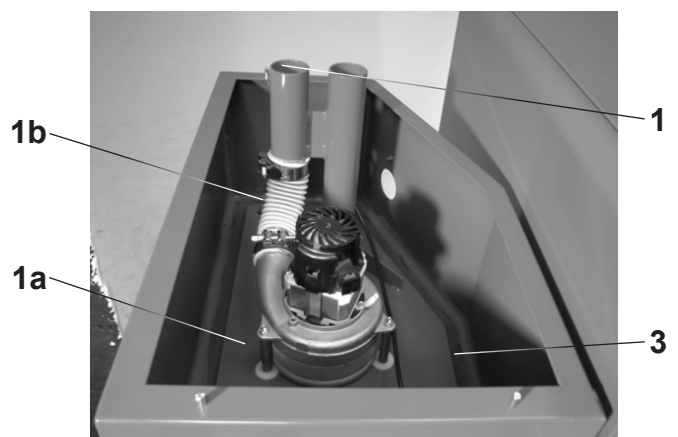

Fig. 14
1. Desserrez les écrous à oreilles, démontez les conduits d'alimentation (1, Fig. 14) et le module d'aspiration (1a, Fig. 14). Contrôlez la présence de fissures du tuyau (1b, Fig. 14).
3. Contrôlez et nettoyez le joint entre le module d'aspiration et le réservoir à granulés (3, Fig. 14).
7. Le profilé d'étanchéité (3, Fig. 14) ne doit pas être trop comprimé lors du remontage, les écrous à oreilles doivent uniquement être serrés à la main.